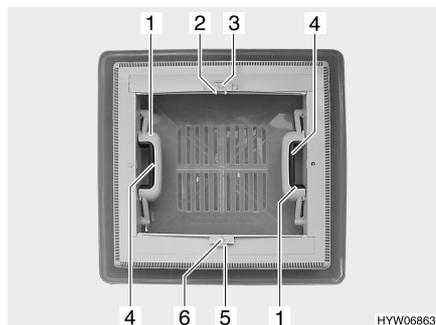

Fig. 19 Oblò a scatto
**Apertura:** ■ Premere la chiusura a scatto (Fig. 19,4) verso l'interno dell'oblò. Premere contemporaneamente verso l'alto l'oblò con la maniglia (Fig. 19,1).
**Chiusura:** ■ Tirare con forza verso il basso le due maniglie (Fig. 19,1) dell'oblò, fino a quando non scattano entrambe le chiusure.
**Chiusura:** ■ Premere l'arresto (Fig. 19,5) verso il lato esterno dell'oblò.
■ Tirare l'oscurante a rullo per la maniglia (Fig. 19,6) fino alla maniglia contrapposta della zanzariera a rullo (Fig. 19,2) e farla innestare.
**Apertura:** ■ Serrare la maniglia (Fig. 19,2). L'arresto si sblocca.
■ Ricodurre lentamente l'oscurante a rullo accompagnandolo con la maniglia (Fig. 19,6).
**Chiusura:** ■ Premere l'arresto (Fig. 19,3) verso il lato esterno dell'oblò.
■ Tirare la zanzariera a rullo per la maniglia (Fig. 19,2) fino alla maniglia contrapposta dell'oscurante a rullo (Fig. 19,6) e farla innestare.
■ Ricodurre lentamente la zanzariera a rullo accompagnandola con la maniglia (Fig. 19,2).